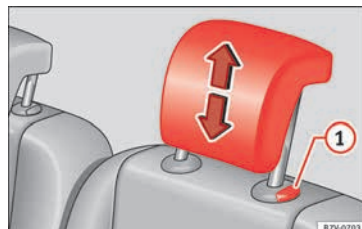

Fig. 154 Montaje del apoyacabezas de la segunda o tercera fila de asientos.
- Extraiga el apoyacabezas » fig. 154  con el botón pulsado.